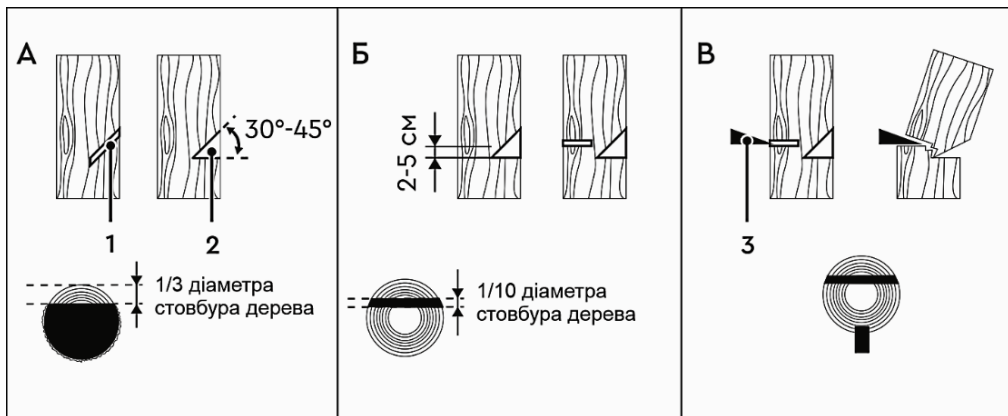

Рисунок 8
4.7.1 Виконання пропилів (рисунок 8)
Увімкніть пилу і почніть пиляти дерево з того боку куди воно має впасти (1, рисунок 8-А). Виконайте клиноподібний пропили (2, рисунок 8-А) під кутом 30-45°, глибина якого приблизно дорівнює 1/3 від товщини стовбура.
Валочний розпил (рисунок 8-Б) виконайте з протилежного боку від клиноподібного пропили, помістивши зубчастий упор пили на стовбур на 2-5 см вище нижнього краю клиноподібного пропили. Завершіть пиляння тоді, коли до внутрішнього краю клиноподібного пропили залишиться близько 1/10 діаметра стовбура. Коли робите валочний розпил, не намагайтеся пропиляти стовбур наскрізь до клиноподібного пропили. Частина стовбура, яка залишилася не пропиляною, буде направляти його в необхідний бік. Коли дерево почне падати, зупиніть роботу пили та негайно відійдіть у безпечну зону. Якщо дерево не почало падати, необхідно забити клин (3, рисунок 8-В), після чого дерево почне падати в сторону клиноподібного пропили.